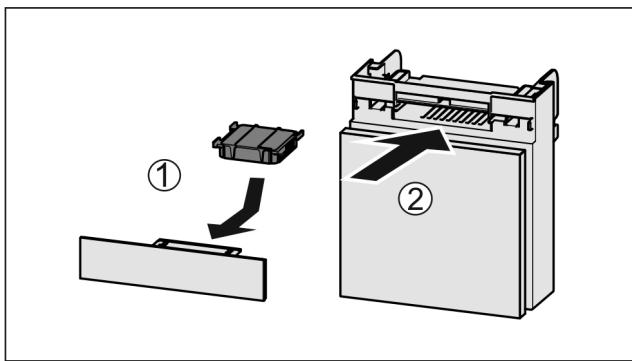

Fig. 68
- ▶ Insérer le filtre à charbon actif d'après le schéma Fig. 68 (1).
- ▶ Insérer le compartiment Fig. 68 (2).